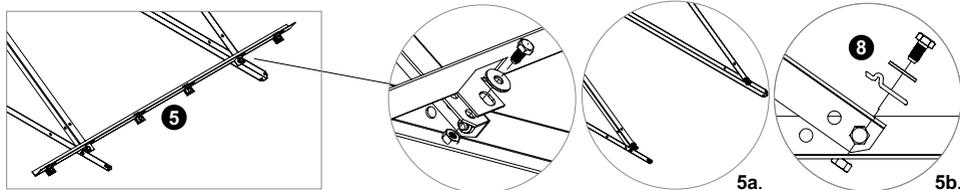

Figura 2.5
- 5 Solo in caso di sistema a due collettori (Saviosol CN BLACK 200-2 e CN BLACK 300-2), posizionare la barra **5** (Figura 2.5) sulla parte inferiore e, negli appositi spazi, posizioniamo i quattro elementi di fissaggio in alluminio senza stringere i bulloni M8 con i dadi. Il collettore va fissato con i due elementi di fissaggio in alluminio così come descritto nelle immagini **5a** e **5b** (Figura 2.5).